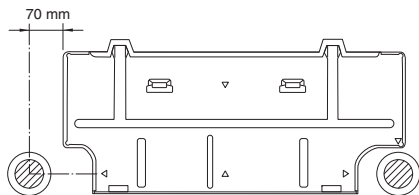

Fig. 3-34
- (1) Coloque el panel posterior de la unidad interior en la pared en la ubicación seleccionada. Asegúrese de que el panel esté de forma horizontal utilizando un nivelador de carpintero o una cinta para medir hacia abajo desde el techo. Espere a después del corte de la abertura antes de conectar el panel posterior a la pared.
- (2) Determine en qué lado de la unidad debe efectuarse la abertura para los tubos y el cableado. (Fig. 3-34)
En el caso de los tubos de la parte posterior izquierda, utilice los puntos de medición del borde del panel posterior para colocar de forma precisa la salida de la manguera. (Fig. 3-34)